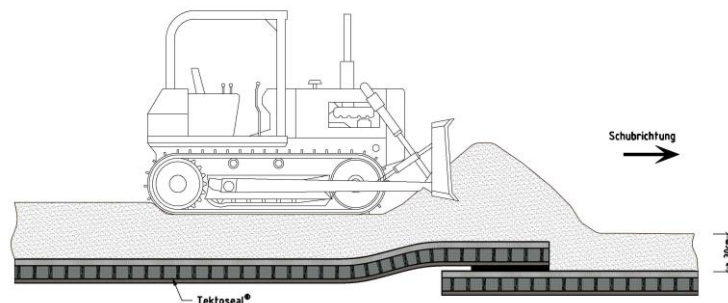

Abb. 9: Einschubrichtung der Bodenmassen
- Er erfolgt im Vor-Kopf-Verfahren und in Richtung der Überlappungen (Abb. 9). (Verschiebungen und Verunreinigungen von Bahnanschlüssen werden somit vermieden.)